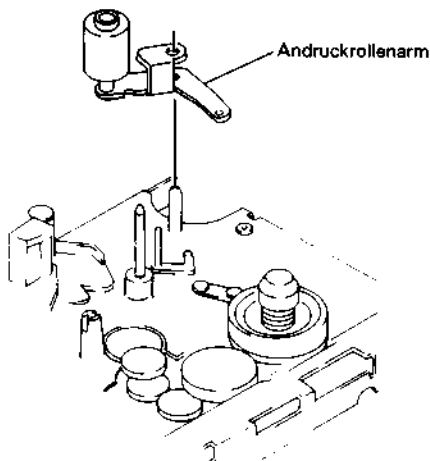

Abb. 2.81 Ausbau der Andruckrolle
Ausbau des Andruckrollenarmes (Abb. 2.81)
2. Den Andruckrollenarm herausziehen (siehe Abb. 2.81).